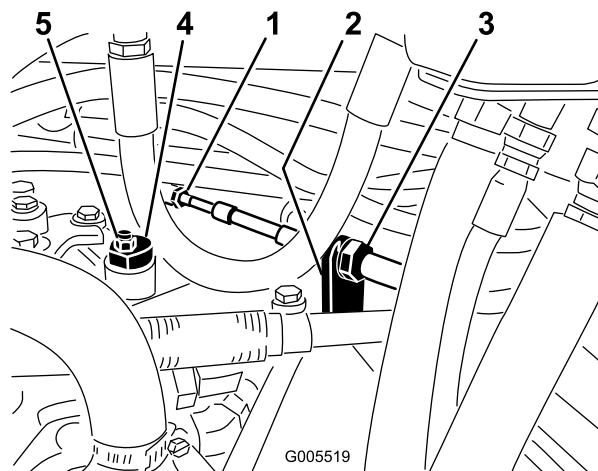

Bild 51
- A. Lösen Sie beide Klemmmuttern, mit denen der Fahrtriebs-Bowdenzug an der Trennwand am Hydrostat befestigt ist (Bild 51). Achten Sie darauf, dass die Klemmmuttern gleichmäßig gelockert sind und eine ausreichende Einstellung ermöglichen.
Hinweis: Lösen Sie die Mutter, mit der der Exzenter oben am Hydrostat befestigt ist (Bild 51).
- C. Drehen Sie den Ekzenter, bis kein Kriechen in jeder Richtung auftritt. Ziehen Sie die Schraube fest, wenn sich das Rad nicht mehr dreht, um den Ekzenter und die Einstellung zu arretieren (Bild 51). Überprüfen Sie die Einstellung mit dem Gasbedienungshebel auf „Langsam“ und auf „Schnell“.
- D. Ziehen Sie die Sicherungsmuttern, mit denen der Bowdenzug an der Trennwand befestigt ist, gleichmäßig von der Innenseite der Trennwand fest (Bild 51).